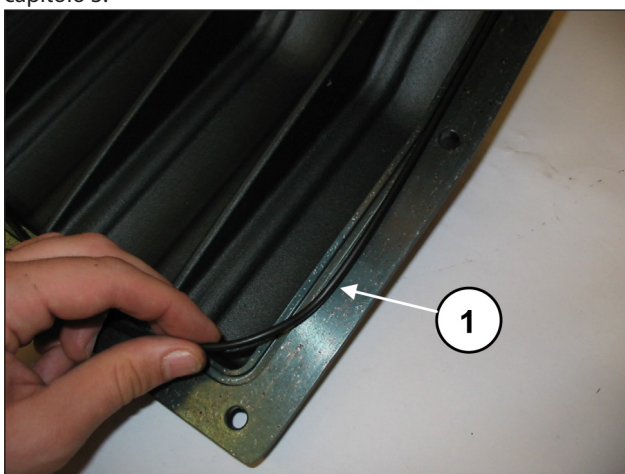
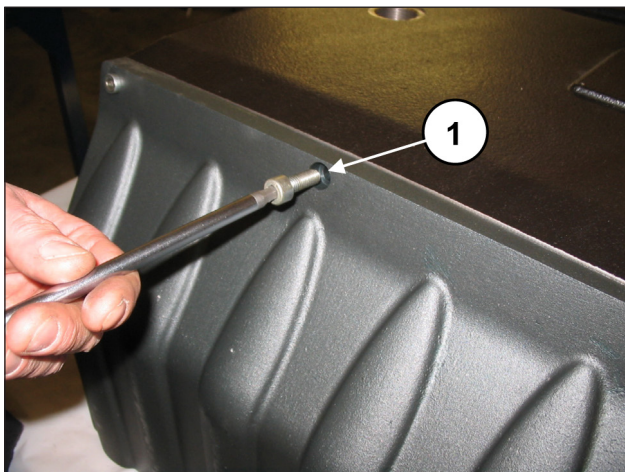

Fig. 92
Fig. 93
Inserire l'O-ring nel coperchio posteriore (pos. ①, Fig. 92) e fissarlo al carter mediante 10 viti M8x20 (pos. ①, Fig. 93). Tarare le viti con chiave dinamometrica come indicato nel capitolo 3.